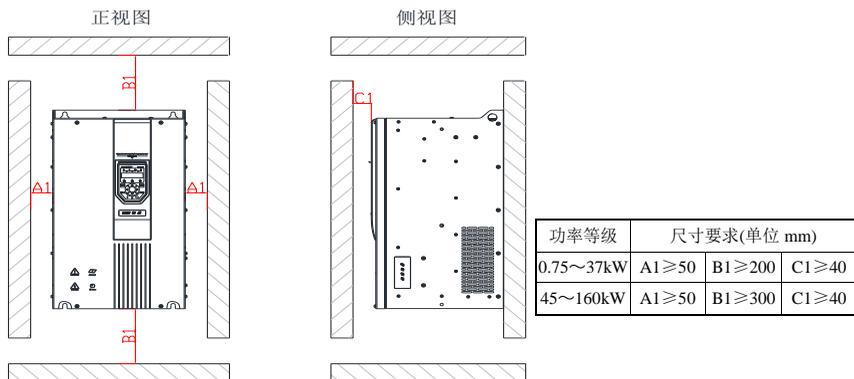

图 3-2 单台机器(Hope500G0.75T4~Hope500G160T4)安装间隔
- 安装空间要求如图 3-2 所示，需保证变频器有足够的散热空间，预留空间时请考虑柜内其它器件的散热情况；